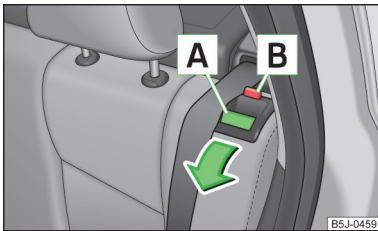

Abb. 57
- Durch Drücken des Sicherungsknopfes **A** » Abb. 57 die Sitzlehne entriegeln und nach vorn neigen.